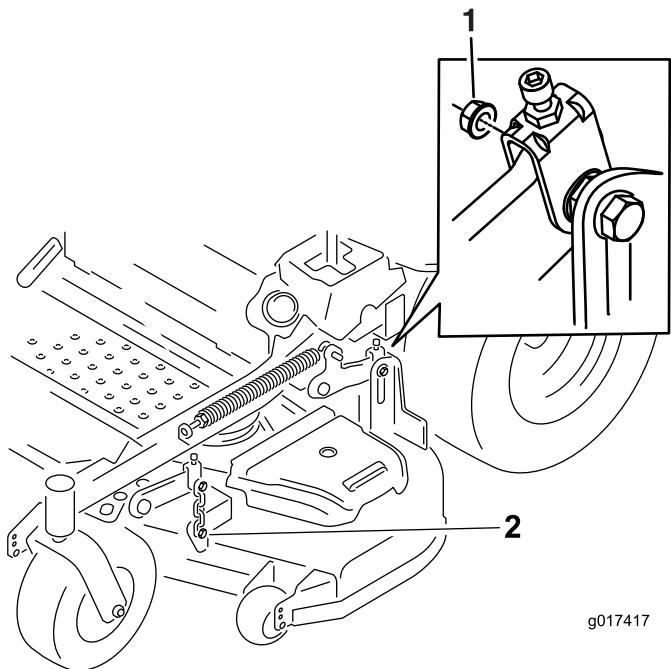

図 81
- 図 81に示すように、デッキの両側から金具類を外し、なくさぬように保管する。